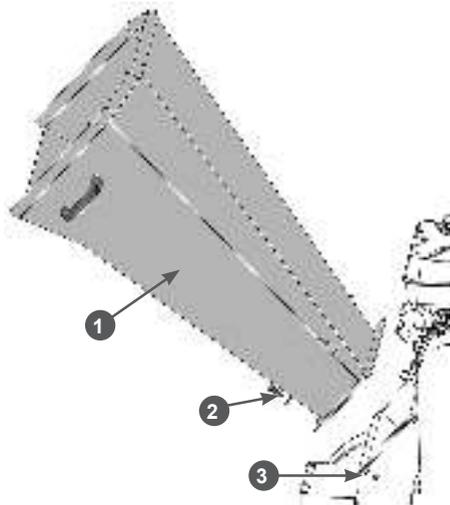

Рис. 11 Установка загрузочной воронки
- Установите загрузочную воронку на фланец корпуса измельчителя и закрепите её с помощью болтов М10х30, шайб и гаек М10 (Рис. 11). После этого соедините разъемы цепи аварийного выключателя 5 (Рис. 2) зажигания (разъем проводов от выключателя на загрузочной воронке и разъем проводов от двигателя).